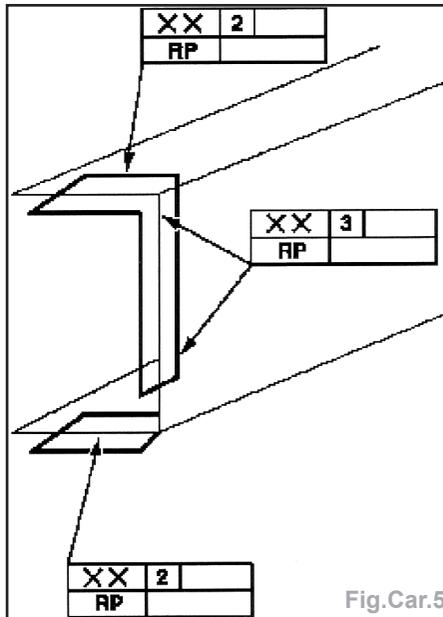

Fig.Car.5
- Souder l'angle et le rectangle sur le longeron du cadre avant (court) à l'intérieur (Fig.Car.5).